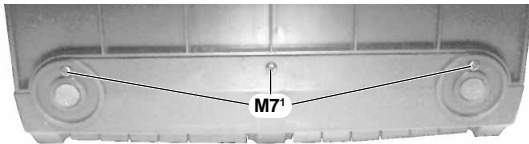
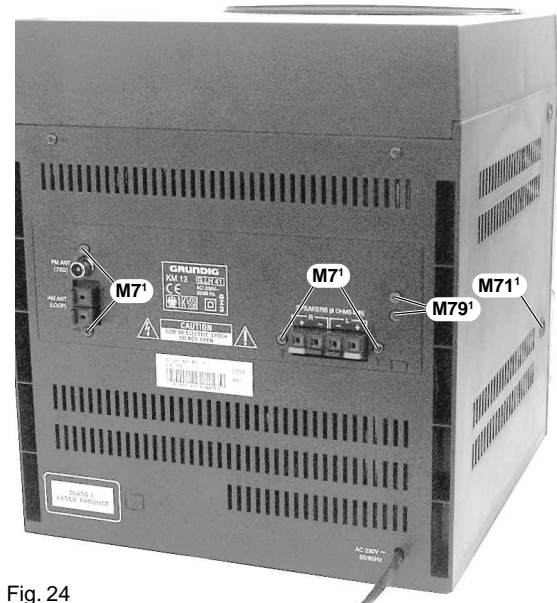

Fig. 23
Fig. 24
- 4 Schrauben **M7¹** (Fig. 24) auf der Geräterückseite und 3 Schrauben **M7¹** (Fig. 23) auf der Geräteunterseite herauserschrauben.
- 2 Schrauben **M79¹** und 2 Schrauben **M71¹** herauserschrauben (Fig. 24).
- Undo the 4 screws **M7¹** (Fig. 24) on the rear and 3 screws **M7¹** (Fig. 23) on the bottom of the mini system.
- Undo 2 screws **M79¹** and 2 screws **M71¹** (Fig. 24).
- 2 Schrauben **M7'** (Fig. 24) herausschrauben.
- Undo 2 screws **M7'** (Fig. 24).